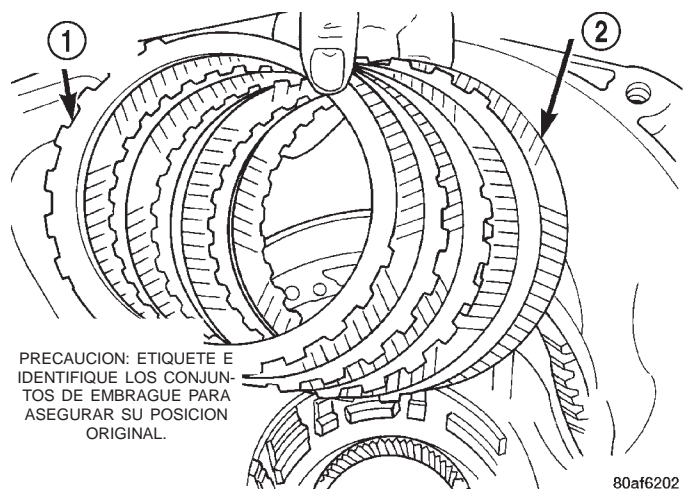

Fig. 38 Desmontaje del conjunto de embrague de 2-4
(30) Retire el conjunto del embrague de 2-4 (Fig. 38). **Etiquete el conjunto de embrague de 2-4 como identificación de referencia para cuando vuelva a ensamblarlo.**